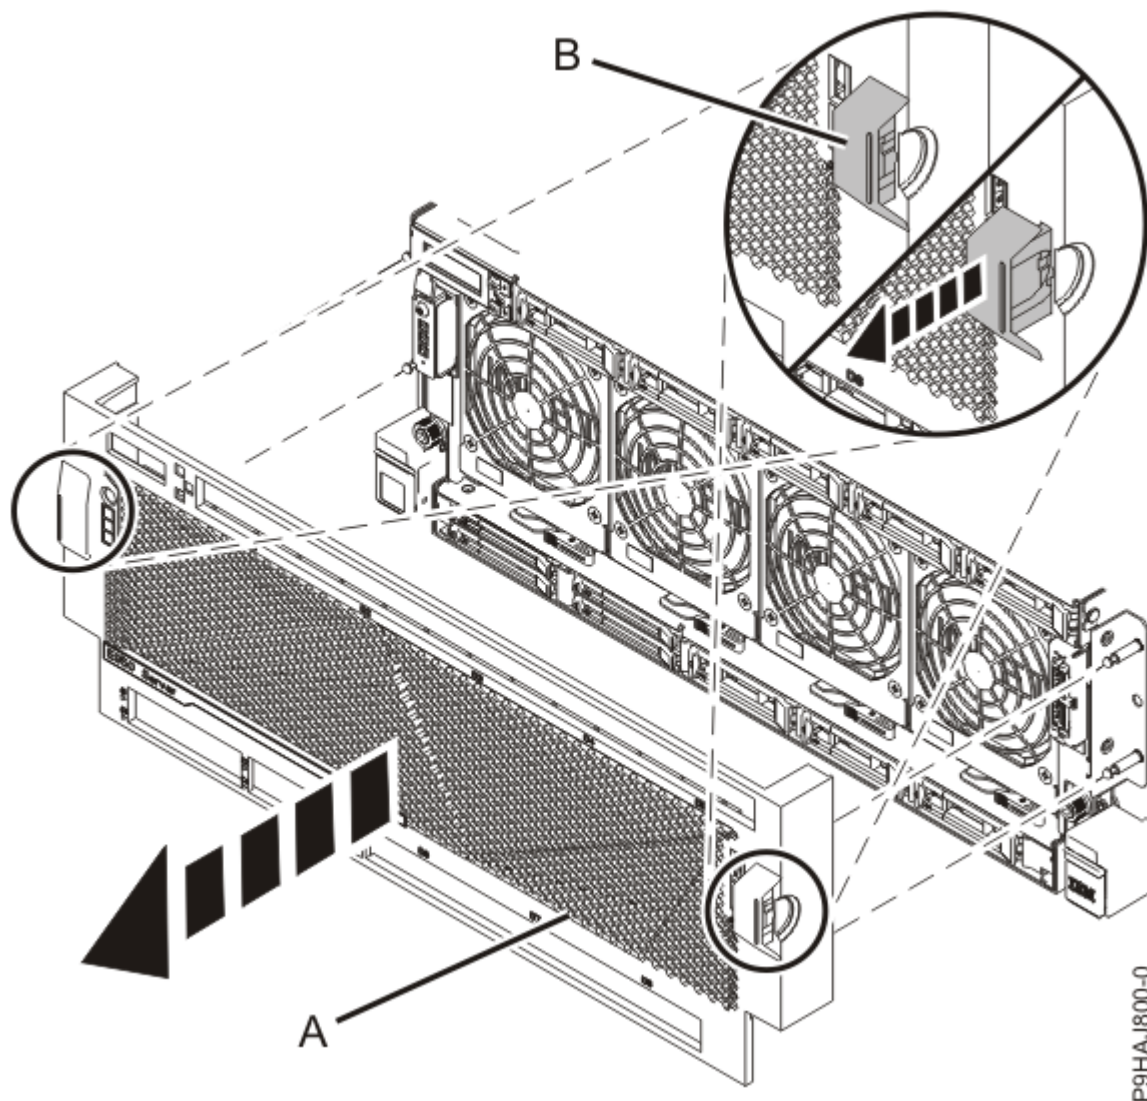

Figura 10. Extracción de la cubierta frontal
2. Ponga los dedos en las hendiduras **(B)** ubicadas en ambos lados de la cubierta, tal como se muestra en la Figura 10 en la página 13.
3. Tire de la cubierta **(A)** para extraerla del sistema, tal como se muestra en la Figura 10 en la página 13.